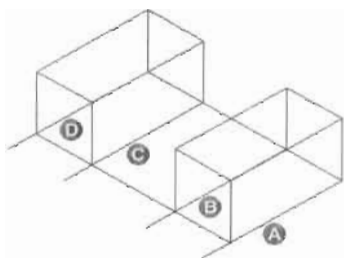

图 11-31
(6) 执行“修改>拉长”菜单命令，把如图 11-31 所示的 4 条直线拉长，命令执行过程如下。
选择要修改的对象或 [放弃(U)]: //鼠标左键单击图 11-31 中 A 直线的左端
选择要修改的对象或 [放弃(U)]: //鼠标左键单击图 11-31 中 B 直线的左端
选择要修改的对象或 [放弃(U)]: //鼠标左键单击图 11-31 中 C 直线的左端
选择要修改的对象或 [放弃(U)]: //鼠标左键单击图 11-31 中 D 直线的左端